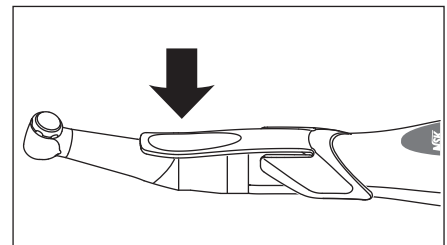

Abb. 8
- 3) Drücken Sie die Stromtaste mindestens zwei Sekunden, um die Stromversorgung einzuschalten, drücken Sie auf den in Abb. 8 mit dem Pfeil markierten Teil und vergewissern Sie sich, dass das Motorhandstück korrekt rotiert.